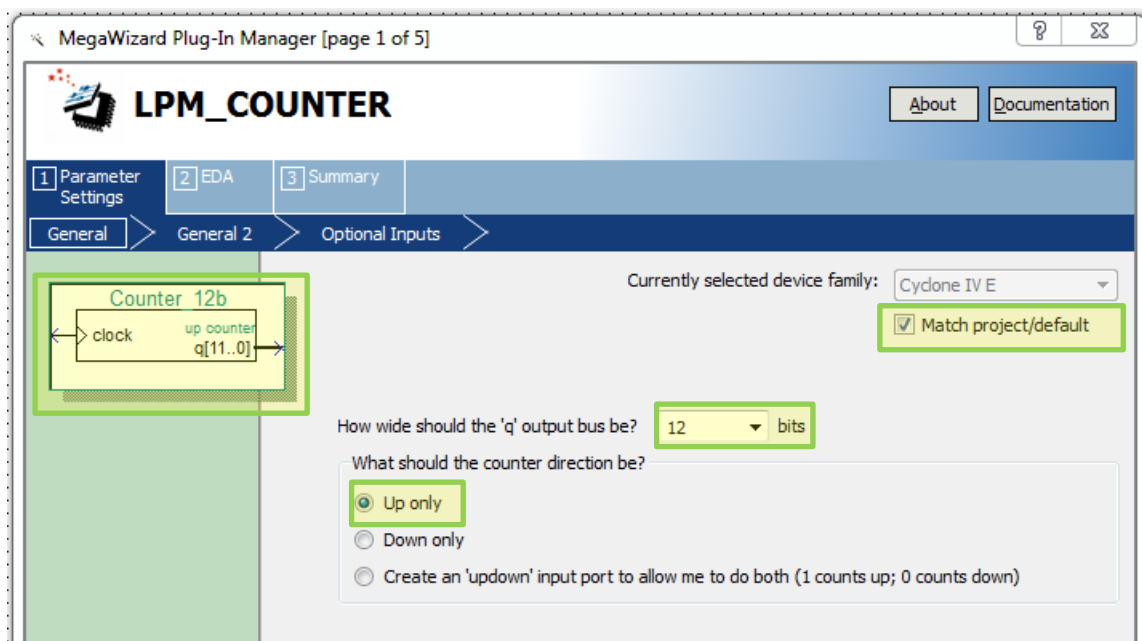

Рис. 6 Окно настройки экземпляра выбранного компонента (page 1)
3.3. В появившемся окне “**MegaWizeded Plug-In Manager [page 1 of 5]**” установите разрядность счетчика 12 бит (рис. 6). Выполните «**Next**».